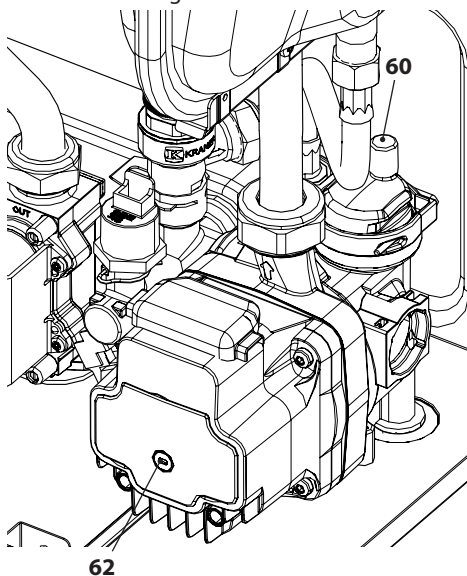

Figura 6.3
- Svitare il tappo della valvola di sfiato automatica 60 in Figura 6.3.
- Togliere il tappo 62 in Figura 6.3 e sbloccare la pompa ruotando il rotore con un cacciavite.